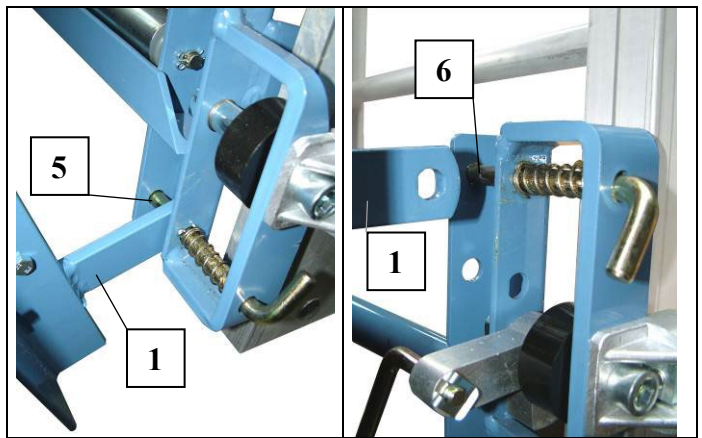

Fig. 43 Monter le plateau universel.
- Accrocher la plateforme Vario (comme le plateau universel) sur les verrous à ressort inférieurs et fixer sur les deux verrous supérieurs (voir Fig. 43)
- Retirer le verrou sur le support (4).
- Tirer le tube télescopique (8) hors du boulons d'arrêt (9) et déployer.
- Encastrer le tube télescopique (8).